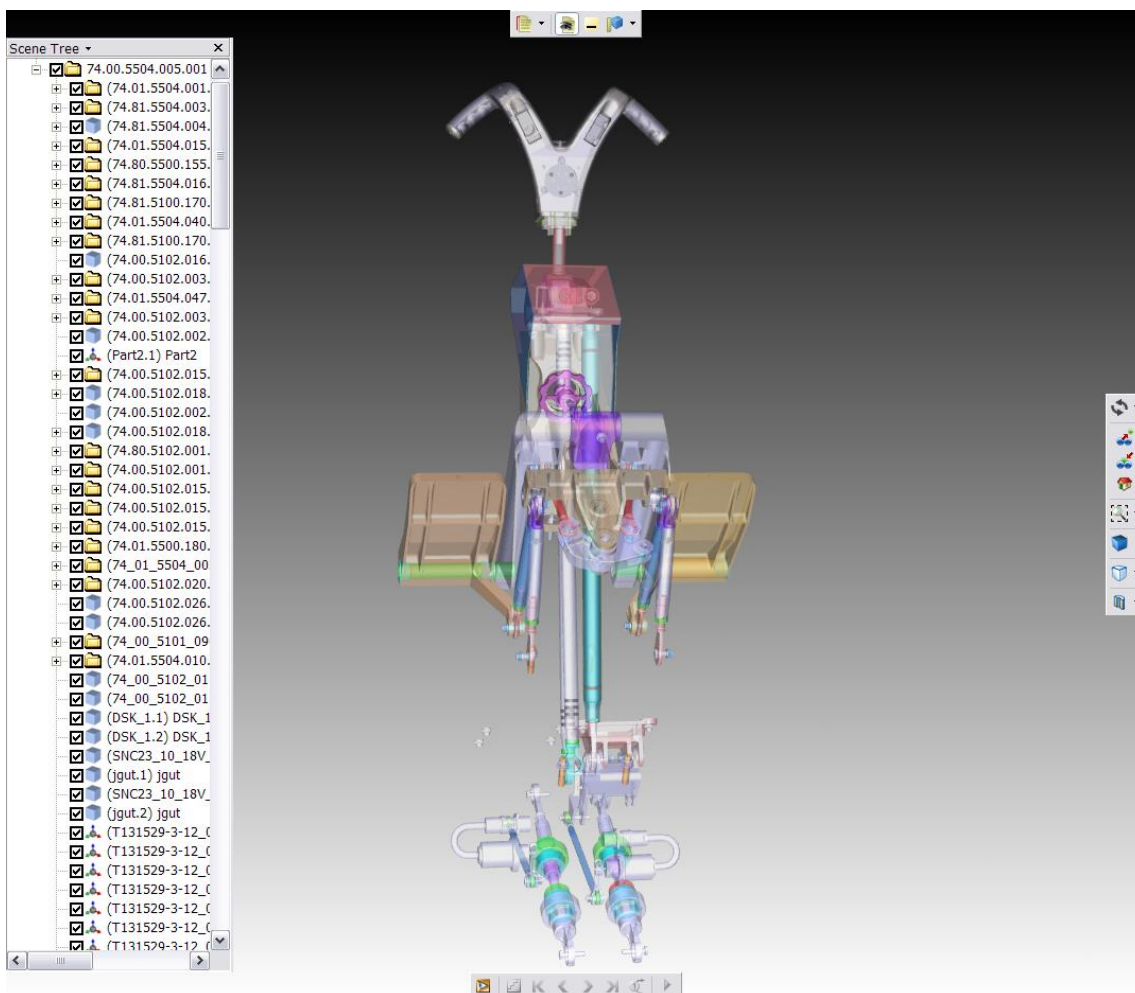

Рис. 6.68
- Щелкните левой кнопкой мыши по кнопке  **Scene Tree** (в левой верхней части окна) для того, чтобы развернуть дерево сборочных единиц и деталей модели (Рис. 6.68).